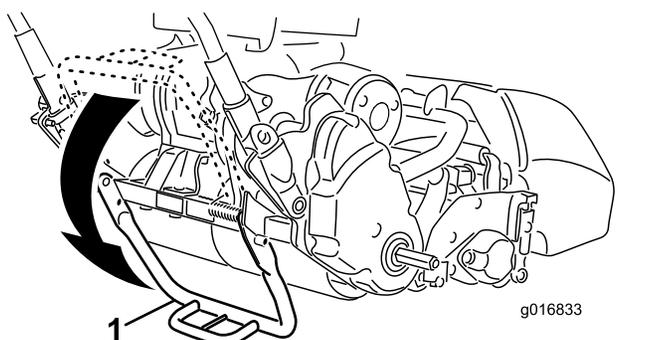

Рисунок 9
1. Нажмите вниз ногой на **середицу откидной опоры** и потяните вверх за нижнюю среднюю рукоятку машины, чтобы откидная опора повернулась вперед вокруг средней части (**Рисунок 9**).